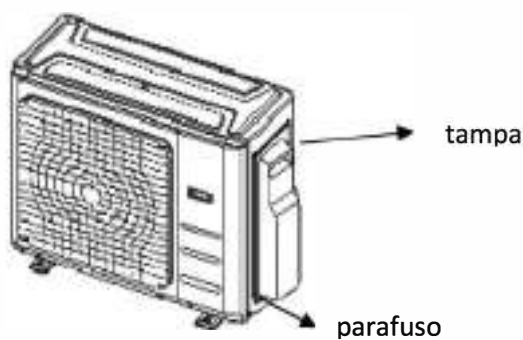

Fig. 8.1
1. Remova a tampa da caixa de ligações da unidade exterior. Ver fig8.1.